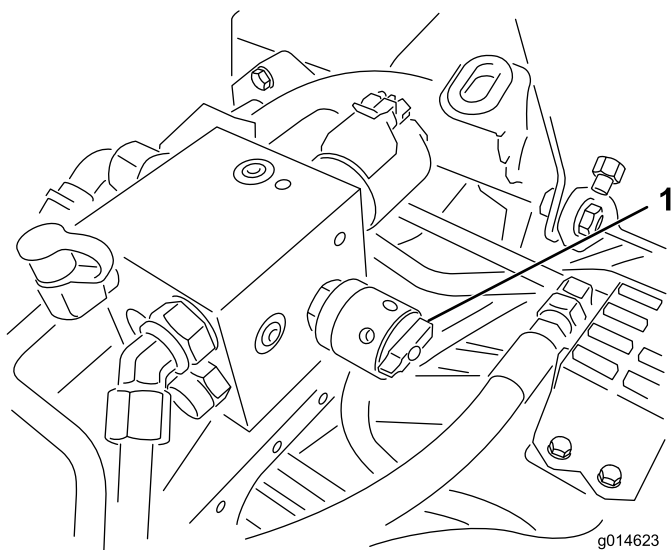

Рисунок 39
- Для настройки частоты вращения барабана поворачивайте головку (Рисунок 39), пока стрелки указателя не совместятся с числом, обозначающим требуемую настройку.